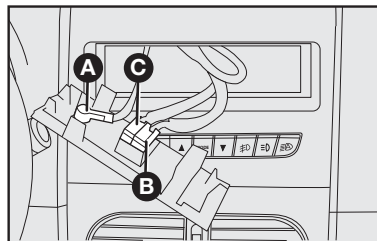

fig. 147
- cabo e plugue de alimentação elétrica para o autorrádio **C-fig. 147**.
- cabo de alimentação do autorrádio **C-fig. 147**.
- cabo para alto-falante dianteiro e traseiro **B-fig. 147**.